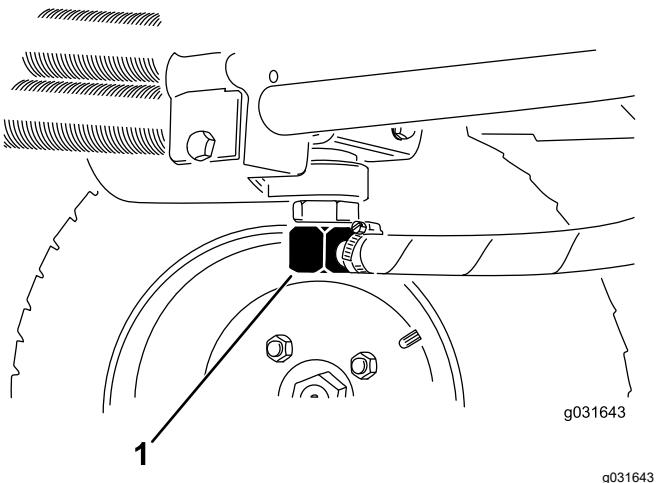
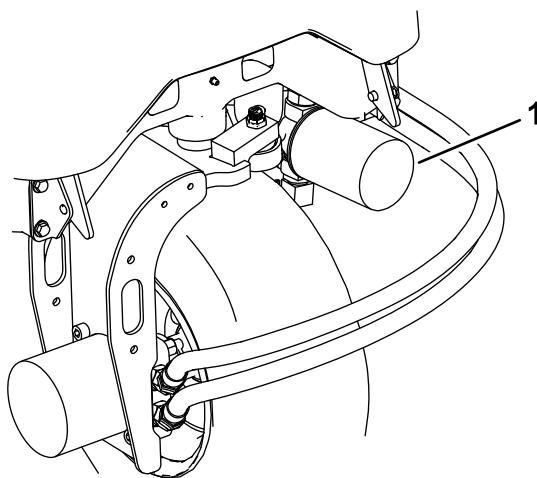

Figura 65
Figura 67
2. Desconecte as linhas hidráulicas ou retire o filtro hidráulico e deixe que o fluido hidráulico escorra para dentro de um recipiente de escoamento (Figura 67 e Figura 65).
3. Instale as linhas hidráulicas quando o fluido parar de escorrer (Figura 65).
3. Limpe em torno da área de montagem do filtro, coloque um recipiente de escoamento debaixo do filtro e retire o filtro (Figura 67).